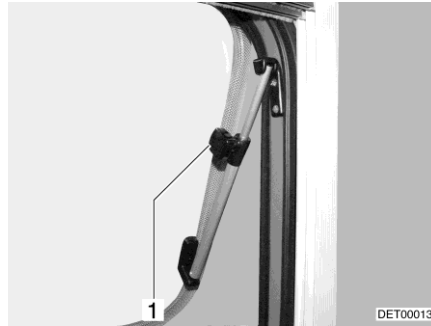

Fig. 115 Claraboya con soportes giratorios, abierta
- Abrir la claraboya hasta la posición deseada y fijarla con el botón moleteado (Fig. 115,1).
- Girar el botón moleteado (Fig. 115,1) hasta que se libere el bloqueo.